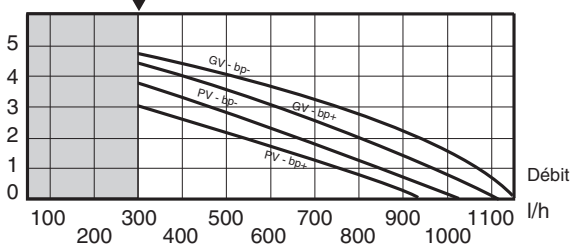

Fig. 15
- **GV**, courbes fig. 15, (réglage d'usine).
Agir sur la vis **D** (fig. 14) de réglage du by-pass, afin d'adapter la hauteur manométrique disponible aux pertes de charge de l'installation, selon les courbes des diagrammes **GV** ou **PV** (fig. 15 ou 16).